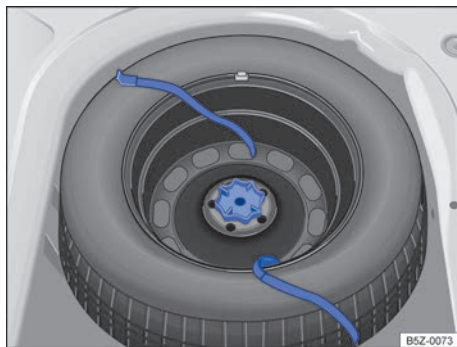

Fig. 190 No compartimento de bagagem: manípulo para fixação da roda de emergência.
- Girar totalmente o manípulo localizado no meio da roda de emergência → Fig. 190, no sentido anti-horário, e remover a roda de emergência.